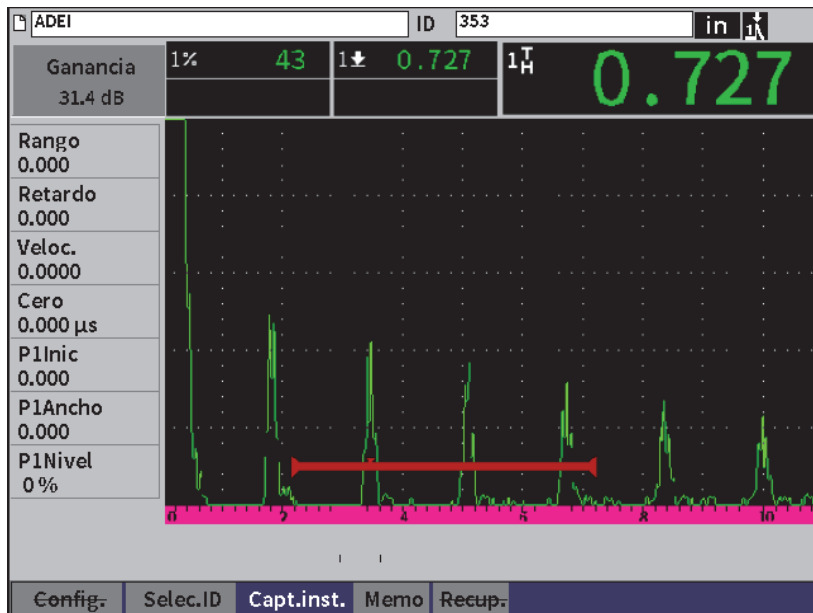

Figura 9-6 A-scan de archivo almacenado
Después de haber guardado datos en un archivo, puede visualizar sus datos de configuración y A-scan almacenados en él. Los parámetros A-scan y de configuración básica aparecen en la pantalla (vea la Figura 9-6 en la página 133) y, la información de configuración completa en otra pantalla (vea la Figura 9-7 en la página 134).
3. Pulse la tecla ENTRAR para visualizar el A-scan almacenado y los datos de configuración básica (vea la Figura 9-6 en la página 133).